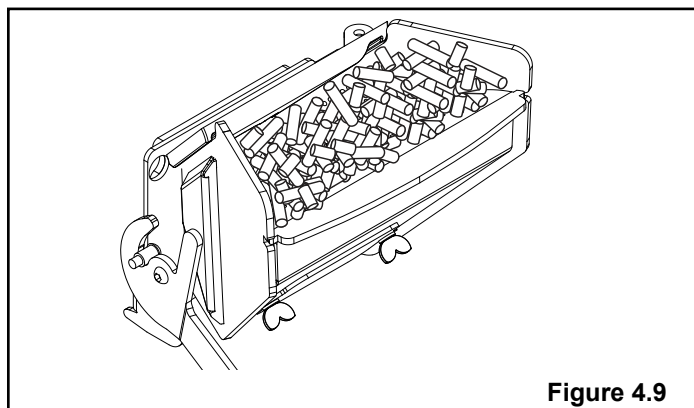

Figure 4.9
3. **Remplissez le pot de combustion de granulés comme illustré à la Figure 4.9. Ne le remplissez que jusqu'au bord avant. (NE PAS REMPLIR EXCESSIVEMENT)**